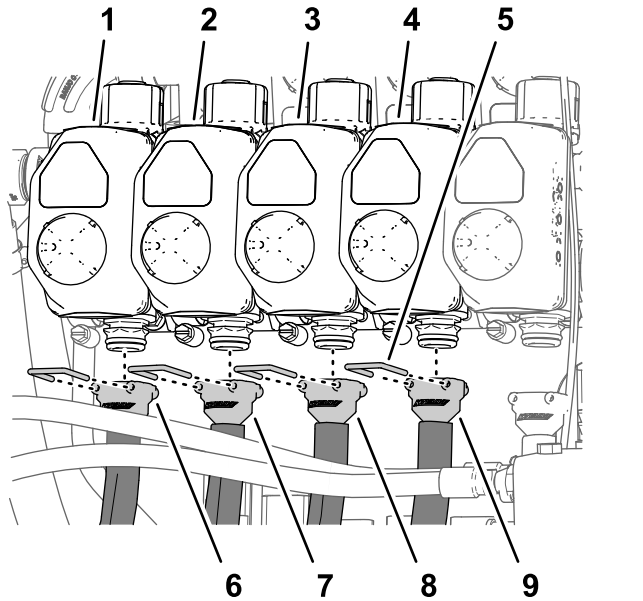
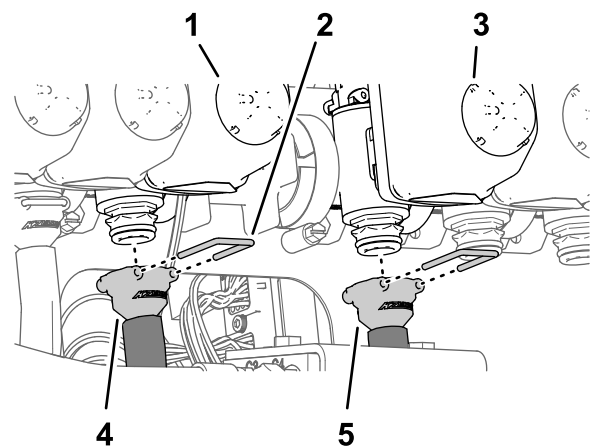
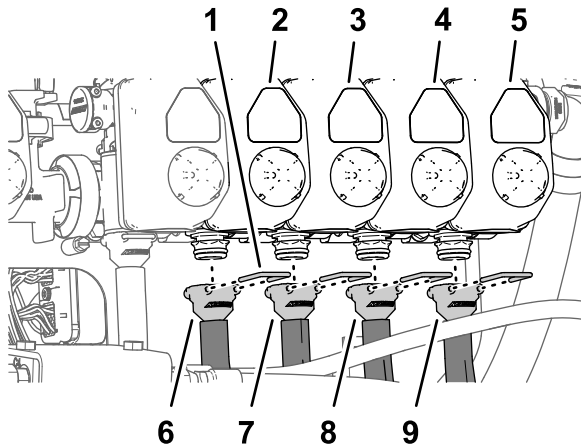

Bild 126
Bild 127
Bild 128
Hinweis: Informationen zu den Düsenventilstellungen finden Sie in Bild 126 in Montieren der Schläuche an den Düsenventilen 1 bis 4 \(Seite 62\), Bild 127 in Montieren der Schläuche an den Düsenventilen 5 bis 6 \(Seite 62\) und Bild 128 in Montieren der Schläuche an den Düsenventilen 7 bis 10 \(Seite 63\).
1. Befestigen Sie das gerade gezahnte Anschlussstück des Zulaufschlauchs (279 cm) an der Kupplung des Düsenventils 1 (Bild 126).
2. Befestigen Sie das gerade Anschlussstück mit einem Halter an der Kupplung (Bild 126).
3. Befestigen Sie das gerade gezahnte Anschlussstück des Zulaufschlauchs (234 cm) an der Kupplung des Düsenventils 2 (Bild 126).
4. Befestigen Sie das gerade Anschlussstück mit einem Halter an der Kupplung (Bild 126).
5. Befestigen Sie das gerade gezahnte Anschlussstück des Zulaufschlauchs (188 cm) an der Kupplung des Düsenventils 3 (Bild 126).
6. Befestigen Sie das gerade Anschlussstück mit einem Halter an der Kupplung (Bild 126).
7. Befestigen Sie das gerade gezahnte Anschlussstück des Zulaufschlauchs (188 cm) an der Kupplung des Düsenventils 4 (Bild 126).
8. Befestigen Sie das gerade Anschlussstück mit einem Halter an der Kupplung (Bild 126).
1. Befestigen Sie das gerade gezahnte Anschlussstück des Zulaufschlauchs (81 cm) an der Kupplung des Düsenventils 5 (Bild 127).
2. Befestigen Sie das gerade Anschlussstück mit einem Halter an der Kupplung (Bild 127).
3. Befestigen Sie das gerade gezahnte Anschlussstück des Zulaufschlauchs (81 cm) an der Kupplung des Düsenventils 6 (Bild 127).
4. Befestigen Sie das gerade Anschlussstück mit einem Halter an der Kupplung (Bild 127).
1. Befestigen Sie das gerade gezahnte Anschlussstück des Zulaufschlauchs (188 cm) an der Kupplung des Düsenventils 7 (Bild 128).
2. Befestigen Sie das gerade Anschlussstück mit einem Halter an der Kupplung (Bild 128).
3. Befestigen Sie das gerade gezahnte Anschlussstück des Zulaufschlauchs (188 cm) an der Kupplung des Düsenventils 8 (Bild 128).
4. Befestigen Sie das gerade Anschlussstück mit einem Halter an der Kupplung (Bild 128).
5. Befestigen Sie das gerade gezahnte Anschlussstück des Zulaufschlauchs (234 cm) an der Kupplung des Düsenventils 9 (Bild 128).
6. Befestigen Sie das gerade Anschlussstück mit einem Halter an der Kupplung (Bild 128).
7. Befestigen Sie das gerade gezahnte Anschlussstück des Zulaufschlauchs (279 cm) an der Kupplung des Düsenventils 10 (Bild 128).
8. Befestigen Sie das gerade Anschlussstück mit einem Halter an der Kupplung (Bild 128).